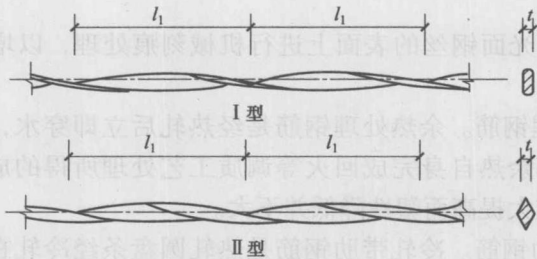

图1-3 冷轧扭钢筋表面及截面形状
(5) 冷轧扭钢筋。冷轧扭钢筋是用低碳钢钢筋（含碳量低于0.25%）经冷轧扭工艺制成的，其表面呈连续螺旋形（图1-3）。这种钢筋具有较高的强度，而且有足够的塑性，与混凝土粘结性能优异，代替HPB235级钢筋可节约钢材约30%。一般用于预制钢筋混凝土圆孔板、叠合板中的预制薄板以及现浇钢筋混凝土楼板等结构中。